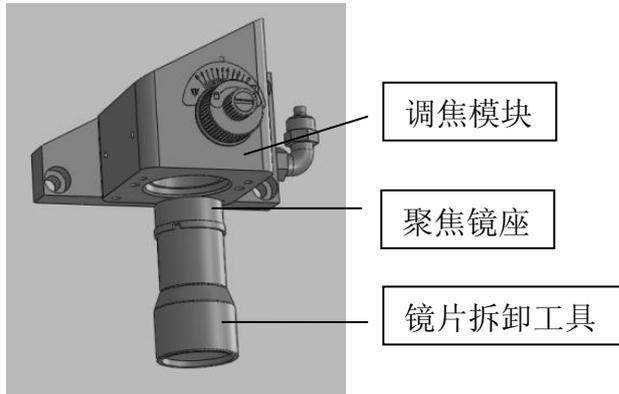

图 11-2
注意，工具上的卡口与镜座上的卡口要对准才能拧开，安装的时候也一样。如图 11-2。
- 2、将镜座轻轻放在专用工具上，送入调焦模块相应位置并拧紧如图 11-2。